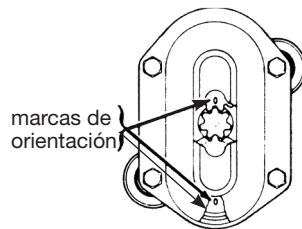

Figura 10 - Orientación de los engranajes
3. Cuando monte los engranajes, deben ser orientados con las marcas de orientación alineadas (Vea la Figura 10).